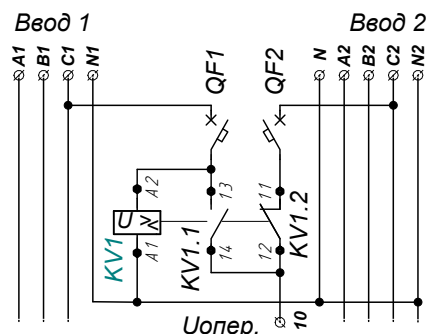

Рис.5 Схема получения оперативного питания с использованием реле напряжения
5.5.1. Схема получения оперативного питания с использованием реле напряжения, рис.5.